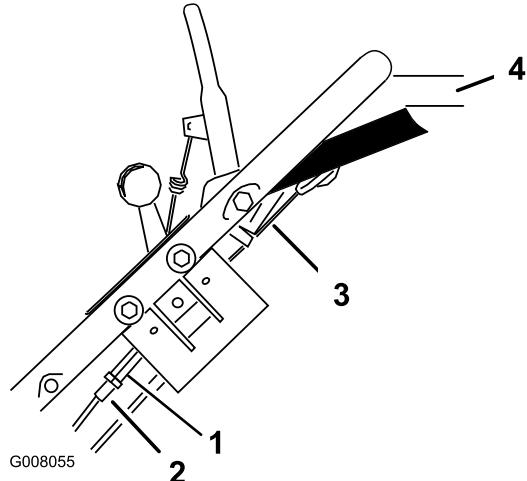

Figura 25
1. Allentate il dado di fissaggio del regolatore (Figura 25).
2. Girate il regolatore fino ad eliminare l'imbando del cavo esposto (Figura 25).